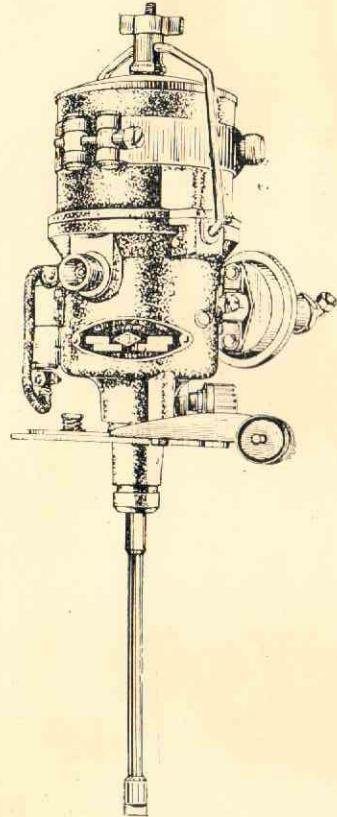

Рис. 2. Общий вид распределителя Р-53Б.
- Распределитель Р-53Б (рис. 2).